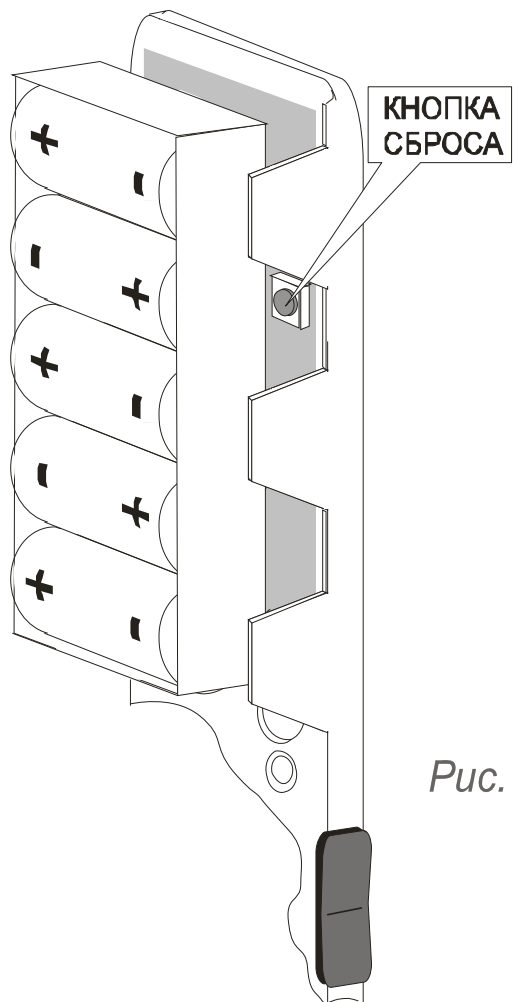

Рис. 15
6.1.19. Соедините разъём кассеты питания с соответствующим разъёмом платы управления. Нажмите кнопку сброса на плате управления (рис. 15). Кассету установите в паз корпуса замка до щелчка, кабелем в сторону электромагнита.